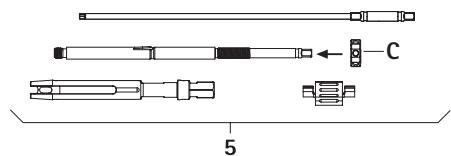

Fig. 11
- ▶ Enroscar la tuerca tensora C en el casquillo interior, ver Fig. 11.